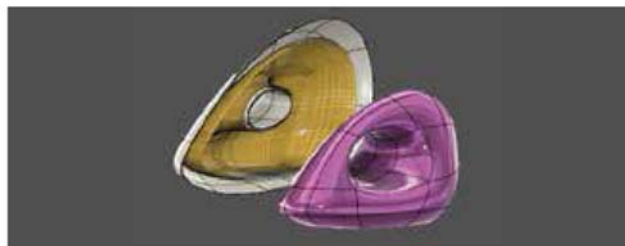

图 2-115
(14) 拉伸：将选定的 T 样条顶点捕捉到面或曲面。顶点可以为控制点或曲面点。选择要移动的顶点，这些顶点将自动移动至最近的实体，如图 2-115 所示。